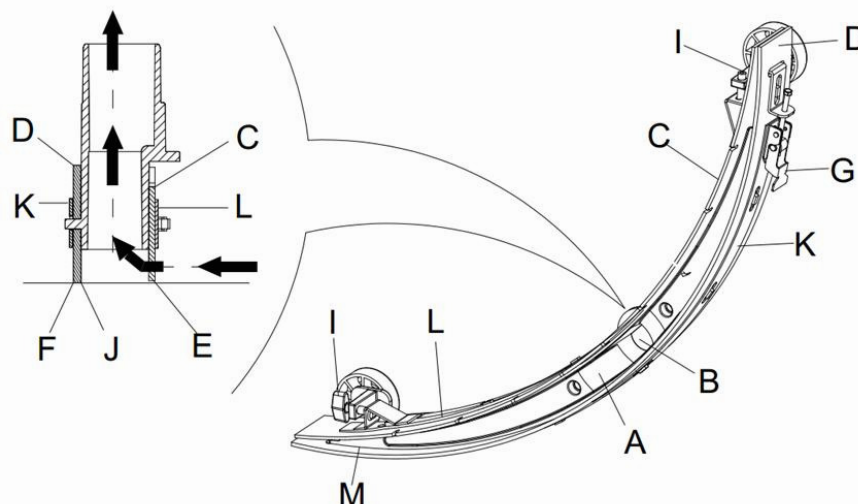

Figura 15
2. Apăsăți comutatorul (41) la poziția "O" și opriți mașina.
3. Deșurubați mânerul fix (16) al mopului, decuplați conectorul ce leagă tubul de aspirare de mop și scoateți mopul.
4. Cu ajutorul mânerului mopului (14) ridicați mopul pe cadrul suport.
5. Curățați mopul (Figura 15). Curățați în mod special canelura (A, Figura 15) și murdăria și așchiile din tubul de aspirare. Verificați dacă partea din față a tălpii mopului (C) și partea din spate (D) sunt fisurate și dacă marginile sunt crăpate. Schimbați-le dacă este necesar (vedeți pașii din următoarea secțiune).
1. Aplicați operațiunile de curățare a mopului descrise în secțiunea anterioară (Figura 15)
2. Verificați marginea (E, Figura 15) tălpii din față a mopului (F) și marginea tălpii din spate (D). Pe toată lungimea, acestea trebuie să fie la același nivel. În caz contrar, ajustați-le înălțimea aplicând următoarea procedură.
- Desfaceți clema (G) pentru a separa talpa mopului (D) de cadrul (M) pentru ajustarea poziției mopului. După reglare, fixați clema din nou.
- Deșurubați șurubul de pe mânerul (I) pentru a ajusta talpa din față a mopului (C); după ajustare strângeți șurubul de pe mâner.
3. Verificați dacă talpa din față a mopului (C) și talpa din spate (D) este intactă și dacă sunt fisuri sau marginile sunt crăpate. Dacă e necesar, verificați-le în felul următor. Verificați marginea din față a tălpii din spate a mopului (J) pentru a vedea dacă e uzată. În caz de uzură, se poate instala cu partea de jos în sus (marginea de sus trebuie să fie intactă). Dacă și marginea de sus este uzată, schimbați-o conform procedurii de mai jos:
- Desfaceți clema (G) ca să separați talpa de cadrul (M), scoateți clema de prindere (K), și apoi schimbați sau inversați talpa din spate a mopului (D) cu susul în jos. Reinstalați talpa mopului efectuând operațiunile în ordine inversă.
- Deșurubați șurubul de pe mâner (I) și scoateți clema de prindere (L), apoi schimbați mopul din față (C).